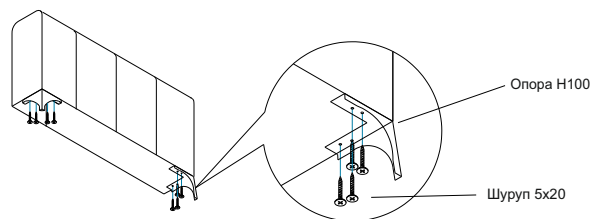

Рис. 5
- установить опоры - Н100, прикрутить шурупы в отверстия (Рис. 5)